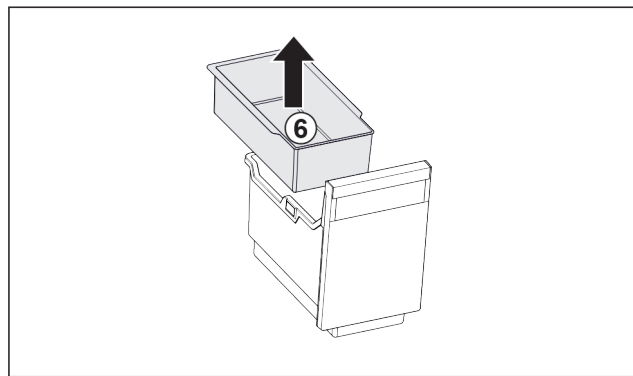

Fig. 29
- ▶ Вийняти підвісний лоток Fig. 29 (6).